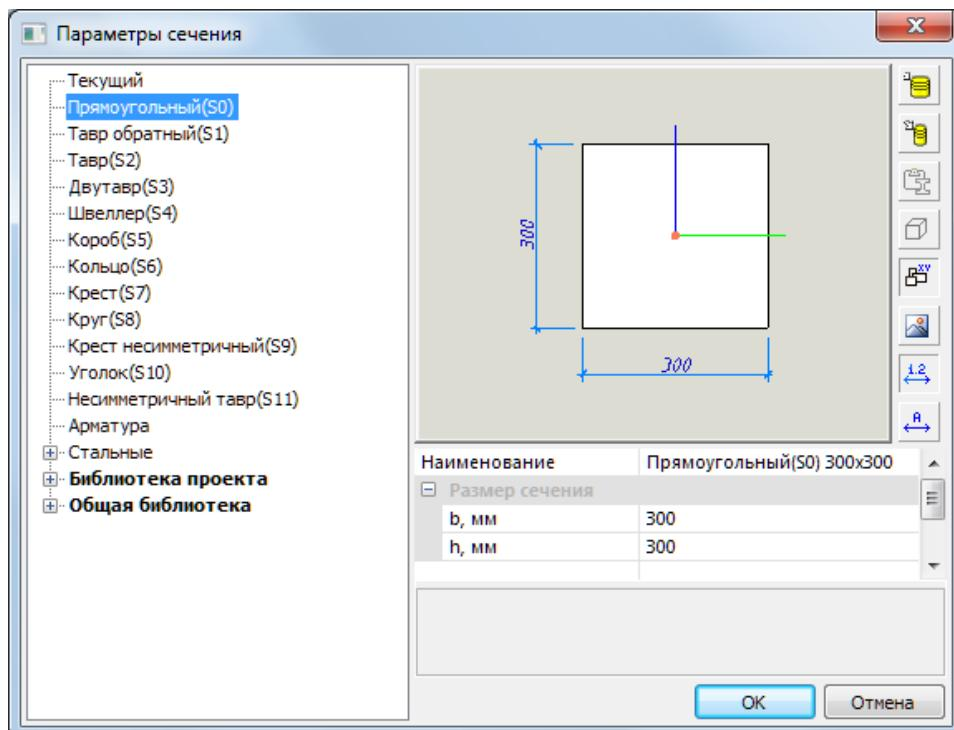

Рис.2.2 Диалоговое окно Параметры сечения
- Вызовите диалоговое окно Параметры сечения (рис.2.2) щелчком по кнопке  в строке свойств инструмента Балка.